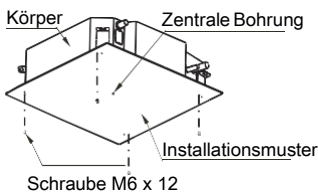

Abb.5-8
2. Nach der Montage des Gerätekörpers legen Sie die Papiereinbauschablone mit den Schrauben (M6 x 12) auf das Gerät, um die Größen und Positionen des offenen Lochs in der Decke vorab zu bestimmen. (siehe Abb. 5-8)